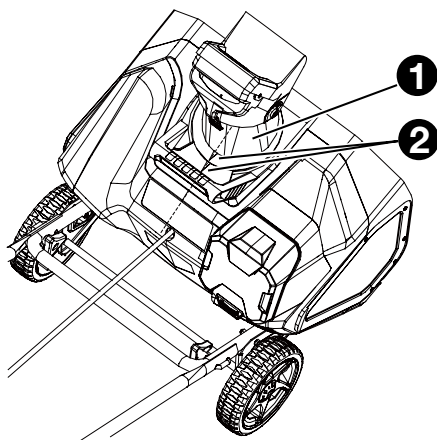

Fig. 4.1
- Coloque el canal de descarga (1) mirando hacia delante.
NOTA: Alinee la flecha (2) del canal de descarga con la flecha de la carcasa. (Fig.4.1)